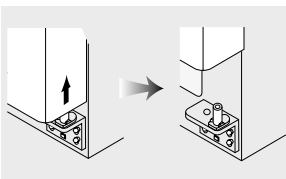

Figura 8
- Levante la puerta hasta retirarla. (Figura 8)